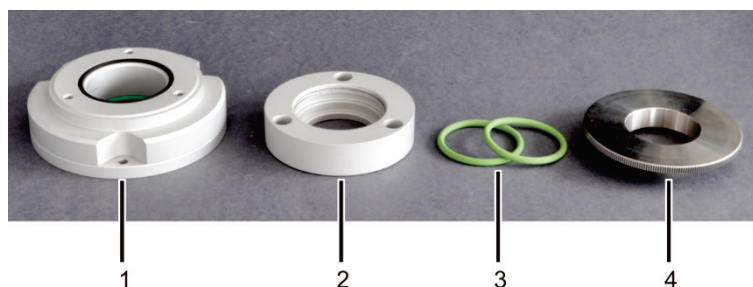

Figure 46 Composants pour connecter le réacteur TIC et le tube en céramique
Le raccord de gaz sur le corps de base (1 sur la Figure 46) reste libre pour les mesures avec le module pour solides TIC automatique. Le corps de base et la bague de pression (2) sont vissés ensemble de manière étanche au gaz pour empêcher que l'air ambiant ne puisse pénétrer dans le système ou que le gaz de mesure ne s'échapper.
Visser seulement légèrement l'anneau moleté (4 sur la Figure 46).